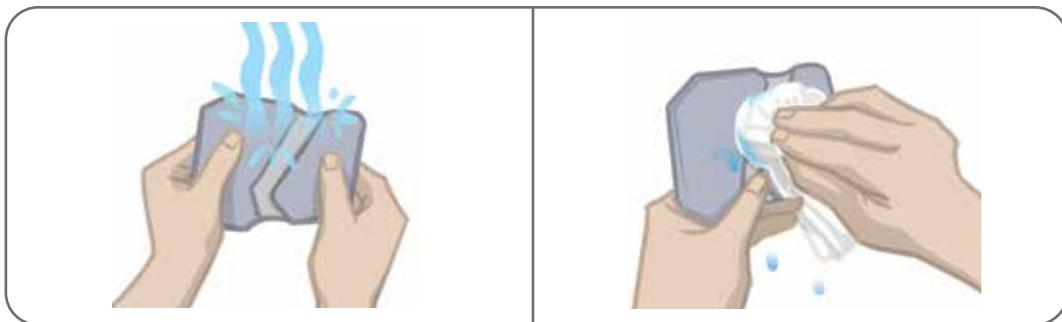

Figura 6-3: Molhe o eletrodo e remova o excesso de água
3. Molhe todo o eletrodo de encaixe rápido com água. Veja a Figura 6-3.
4. Remova o excesso de água do eletrodo de encaixe rápido com um pano. Veja a Figura 6-3.